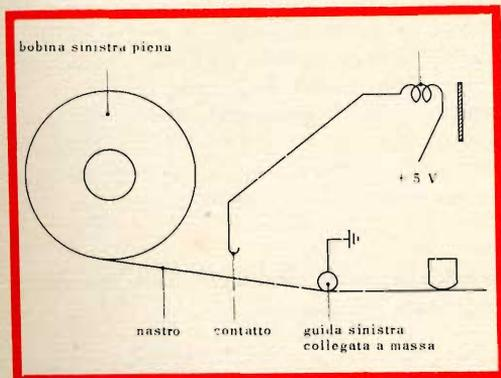

Fig. 1 - Esempio di arresto automatico (soluzione a, inizio di registrazione e riproduzione).
1) Allorché la bobina di sinistra è piena, il nastro passa unicamente sulla guida di sinistra, che è in permanenza collegata a massa. Il contatto collegato al relé d'arresto automatico si trova a una distanza x-y dal nastro (fig. 1).